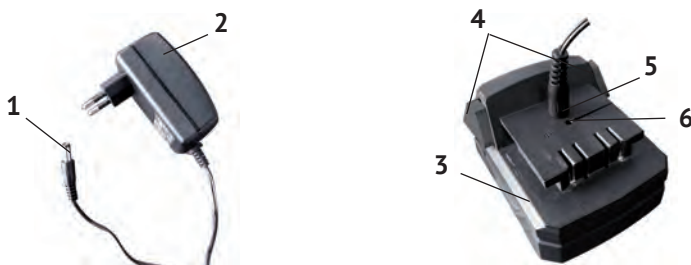

рис. 2
- вставить штекер (рис.2 поз.1) ЗУ (рис.2 поз.2) в разъём (рис.2 поз.5) АБ (рис.2 поз.3);
- высветится красный индикатор (рис.2 поз.6) – начал процесс зарядки;